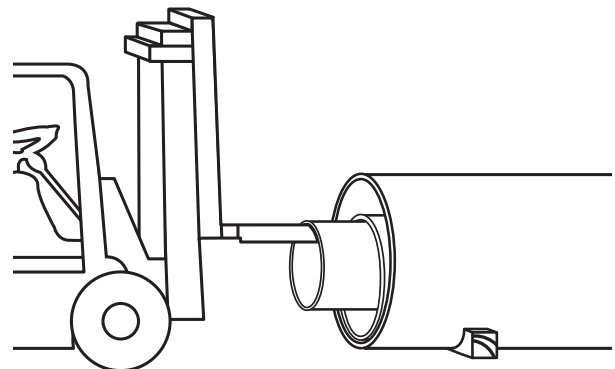

Abbildung 2-7 Entschachteln mit dem gepolsterten Ausleger eines Gabelstaplers
- 4 Die Entfernung der Verpackungen sowie das Entschachteln der Innenrohre erfolgen am besten an einer Entschachtelungsstation. Die innen liegenden Rohre können beginnend mit der kleinsten Rohrgröße durch leichtes Anheben mit einem eingeschobenen gepolsterten Ausleger und vorsichtiges Herausziehen aus dem Bündel ohne Beschädigung der anderen Rohre herausgezogen werden (**Abbildung 2-7**). Schließen Gewicht, Länge und/oder Gerätebeschränkungen die Benutzung dieses Verfahrens aus, werden für jedes Projekt Verfahren für das Herausschieben des(r) Innenrohr(es) aus dem Bündel empfohlen.